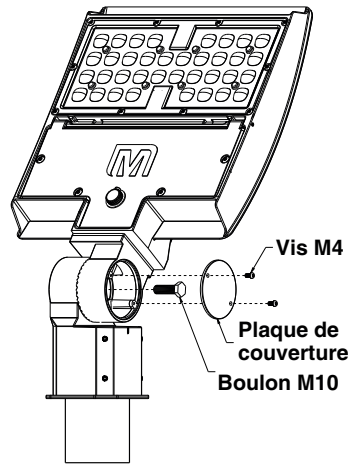

FIG. 3
3. Pour orienter le luminaire, enlevez la plaque de couverture, desserrez le boulon central d'articulation M10 sur le bras et ajustez l'angle désiré du bras (voir la FIG. 3).